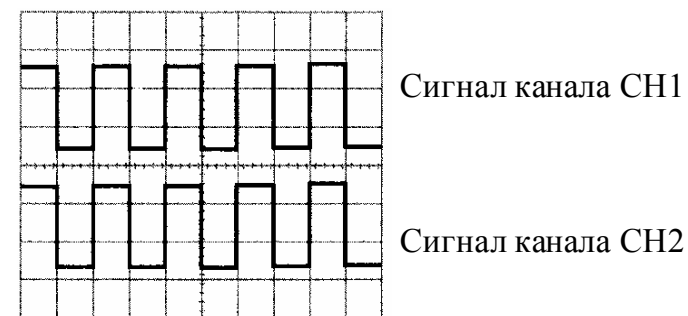

Рисунок 4-5
Теперь, подайте на вход канала CH2 сигнал калибратора так же, как это было ранее сделано для канала CH1. Установите переключатель AC-GND-DC в положение AC. Регуляторами POSITION (11) и (19) переместите осциллограммы на экране, как показано на рис. 4-5.